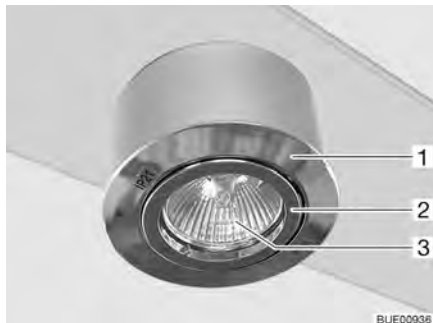

Bild 208 Infälld halogenlampa (svängbar)
Den infällda halogenlampan (Bild 208,1) är monterad försänkt i taklampan.
- Vrid den inre ringen (Bild 208,2) och tag bort den.
- Tag ut halogenglödlampan (Bild 208,3).